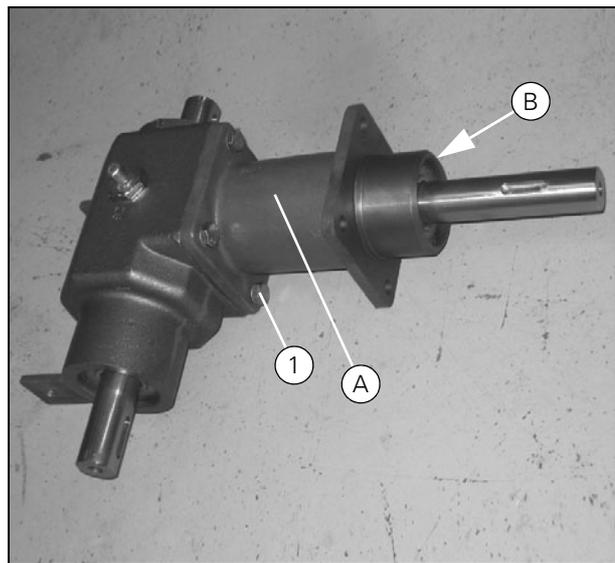
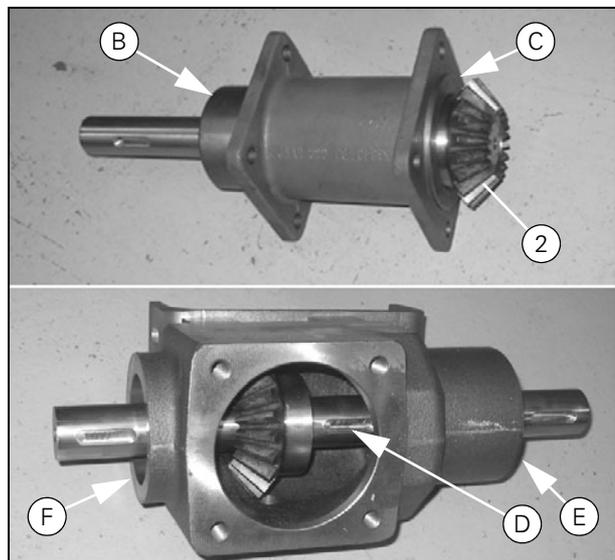

Рисунок 20
Рисунок 21
- Установите зубчатое колесо на вал перед запрессовкой вала в корпус редуктора (Рис. 21).
- После запрессовки вала в корпус, установите прокладку (G) и шпонку (H) перед закреплением колеса на валу.
- При помощи двух кернелей (J) зафиксируйте зубчатое колесо во избежание проскальзывания при сборке стакана и корпуса редуктора.
- После сборки стакана и корпуса проверьте боковой зазор в передаче: Зафиксируйте вал (K). Закрепите на конце вала (L) пластину такой длины, чтобы ее конец находился на одной линии с краем стакана, как показано на рисунке. Перемещение должно быть в пределах $6 + 2/-0$ мм. При необходимости отрегулируйте боковой зазор передачи прокладками (G).
- Снова снимите стакан (A) (Рис. 20) и заложите в него 0,5 кг трансмиссионной консистентной смазки STATOIL Fibreway EP0 или ее аналога. Нанесите жидкий герметик между стаканом и корпусом редуктора (M). Выполните сборку так, чтобы пазы на концах валов (N) были расположены под углом 90° друг к другу.